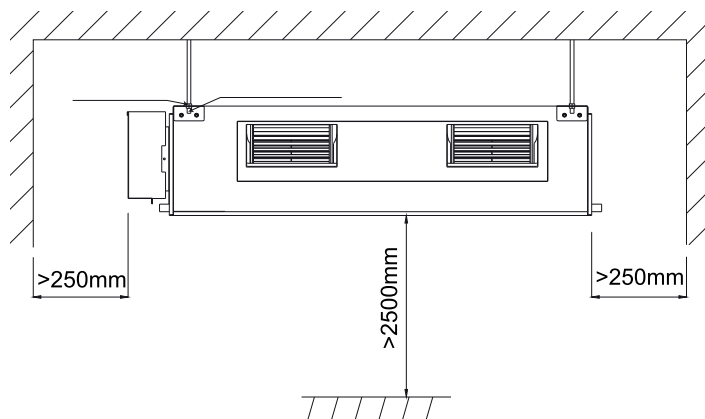

Fig. 2
- (1). Installare l'unità in un luogo in grado di sostenerne il peso.
- (2). Assicurarsi che l'ingresso e l'uscita dell'unità non siano intasati in modo che il flusso dell'aria possa raggiungere ogni punto della stanza.
- (3). Prevedere lo spazio indicato in Fig. 2 per consentire l'accesso per la manutenzione.